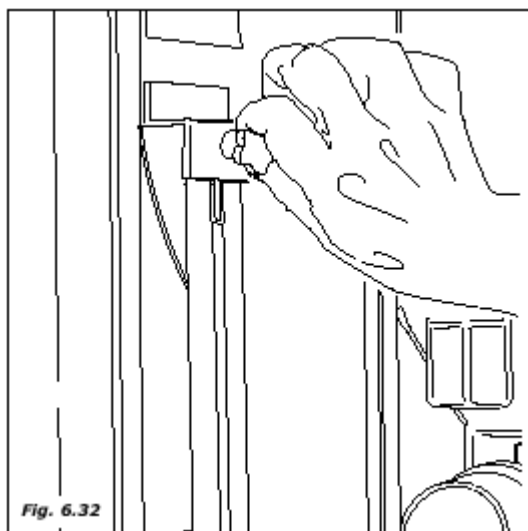

Fig. 6.32
- ослабьте ручку, которая фиксирует держатель ложек, не откручивая ее полностью (рис. 6.32)